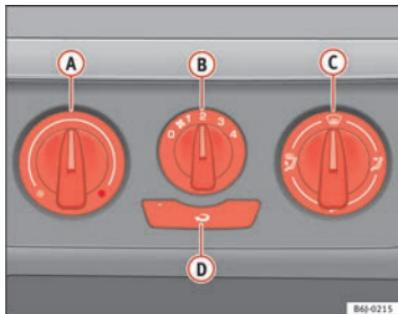

Fig. 88 Mando de la calefacción en el tablero de instrumentos
- Con los reguladores **A** y **C** y con el mando **B** ⇒ fig. 88 se regula la temperatura, la distribución del aire y la velocidad de la turbina.